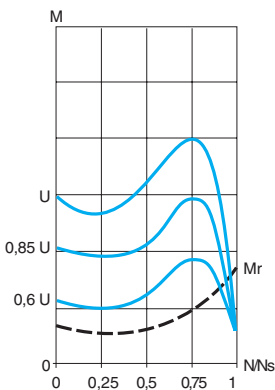

Figura 2
■ La figura 2 muestra la característica par/velocidad de un motor de jaula en función de la tensión de alimentación.